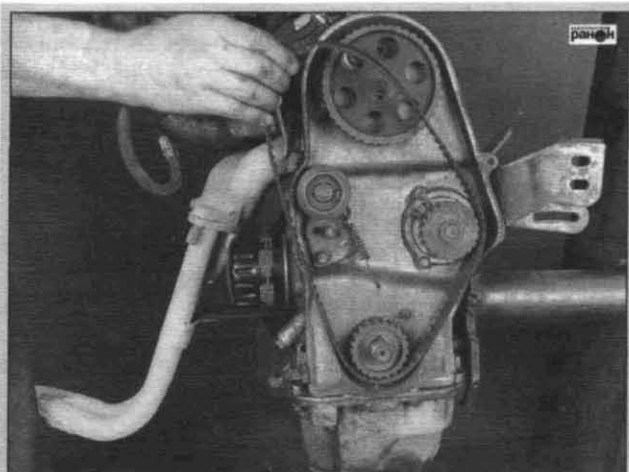

Рис. 3.19. Снятие ремня ГРМ
- снять ремень ГРМ (рис. 3.19, см. раздел «Проверка и регулировка зубчатого ремня»);